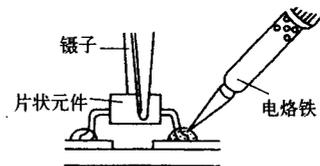

图 1-4 取下贴片晶体管元件的方法——先焊开一端焊点
③ 取下晶体管。取下晶体管的方法如图 1-4 和 1-5 所示。首先焊开一个焊点(用镊子夹住另一端),然后将一端焊脚撬起,注意一端抬起过高容易损坏印制板。